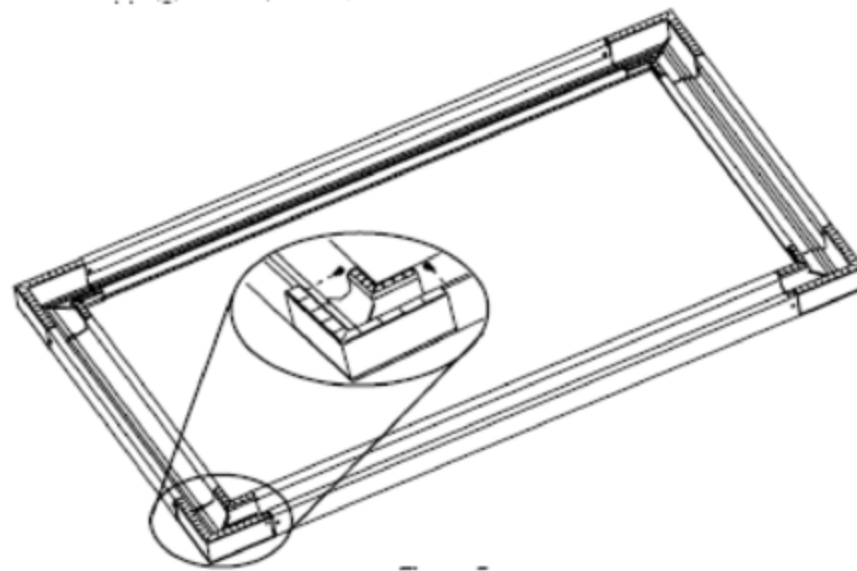

Рис. 5
2. Обеспечьте, чтобы все четыре (4) пластиковых уголка были плотно установлены в теснении алюминиевой рамы (см. рис.5). Зафиксируйте их восьмью (8) самонарезающими винтами.